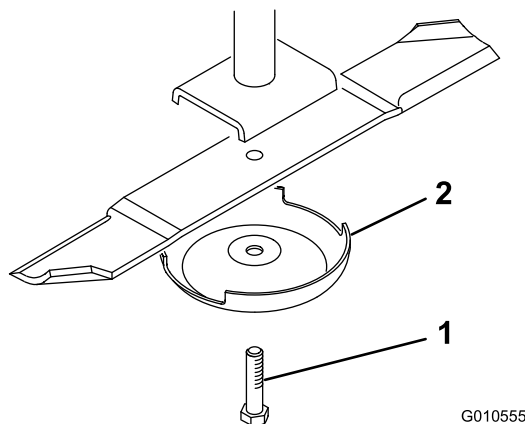

Figura 24
4. Fixe a extremidade da lâmina utilizando um pedaço de tecido ou uma luva grossa. Retire o parafuso da lâmina, o recipiente anti-danos e a lâmina do eixo (Figura 24).